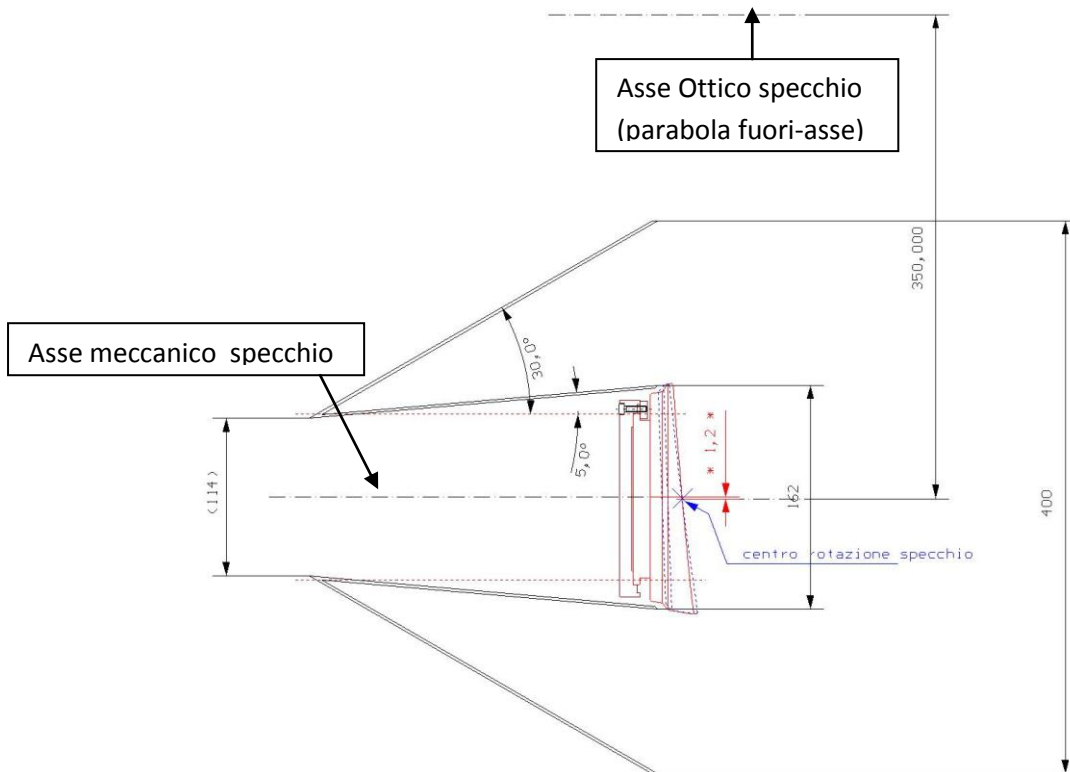

Figura 1 Disegno della trappola di luce attorno allo specchio collimatore.
- centro di rotazione: vertice dello specchio posizionato a 1,2 mm dall'asse meccanico (come da disegno in Figura 1);